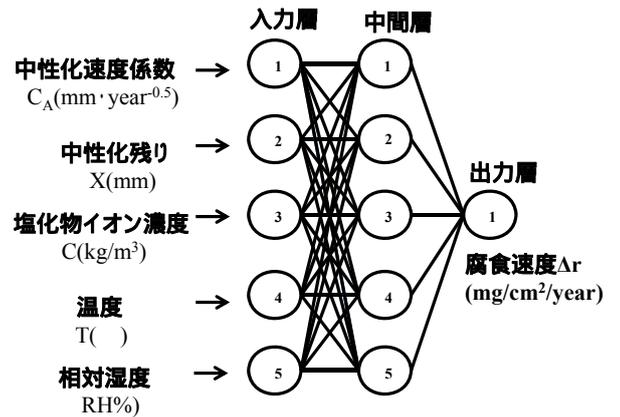

図 1 階層型ニューラルネットワークシステム
1.に述べた因子が腐食速度に及ぼす影響を定量的に評価するために、既往の室内腐食試験のデータから非線形手法である NNS 解析を用いて腐食速度を推定するシステムを構築した。本解析は図 1 に示す入力層、中間層、出力層からなる階層型 NNS を用いてシステムを構築した。